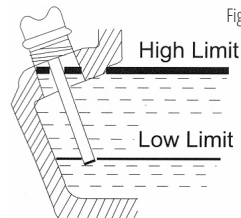

Fig. 10
1. Assicurarsi che il generatore sia posizionato su una superficie piana e livellata (Fig. 10).